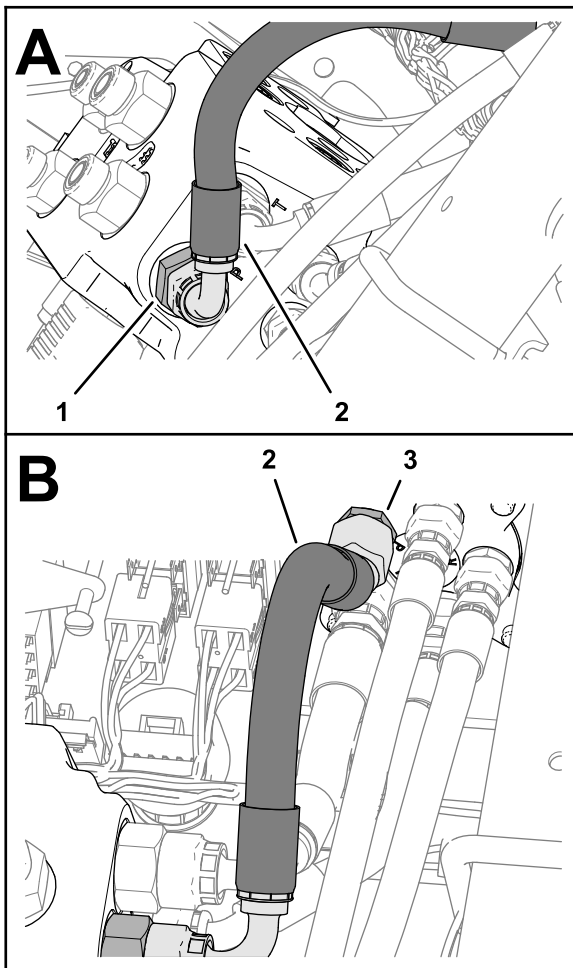

Figura 120
11. Monte el acoplamiento de 90° de la manguera de 10 mm x 264 mm ($\frac{3}{8}$ " x $10\frac{3}{8}$ ") en el acoplamiento del orificio P de la válvula de dirección EHI (**Figura 120**).
12. Monte el acoplamiento de 45° de la manguera de 10 mm x 264 mm ($\frac{3}{8}$ " x $10\frac{3}{8}$ ") en el acoplamiento del orificio P de la válvula de dirección, y apriete ambos acoplamientos (Figura 120).